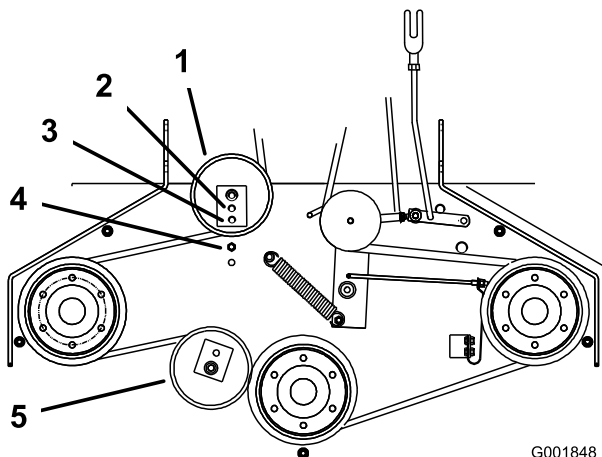

Bild 45
6. Wenn die Spanschraube nicht weiter eingestellt werden kann, und der Riemen noch lose ist, müssen Sie die hintere Spanscheibe in das mittlere oder vordere Loch versetzen (Bild 45). Verwenden Sie das Loch, mit dem Sie die richtige Einstellung erhalten.
7. Wenn die Spanscheibe versetzt wird, muss die Riemenführung versetzt werden. Versetzen Sie Riemenführung in die vordere Stellung (Bild 45).